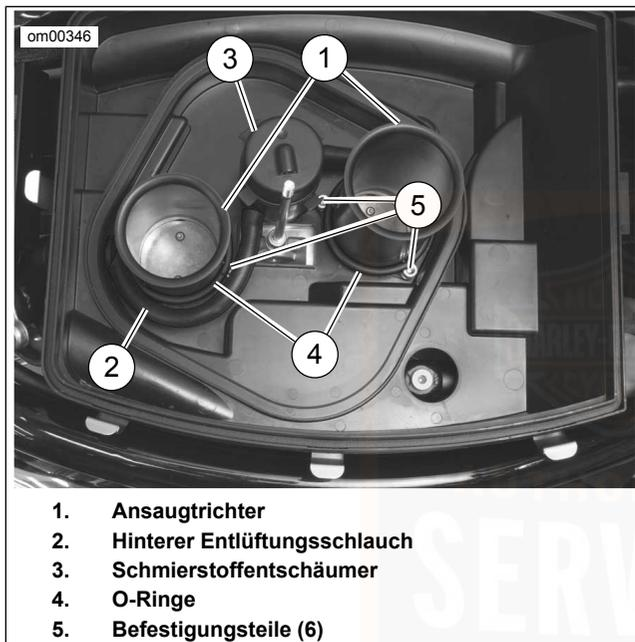

Abbildung 54. Ansaugtrichter
4. Siehe Abbildung 54. Hinteren Entlüftungsschlauch (2) abklebmen.
5. Den O-Ring (4) an jedem Ansaugtrichter (1) nach oben schieben, um Zugang zu den drei Befestigungsteilen (5) zu erhalten. Befestigungsteile herauserschrauben und die Ansaugtrichter abheben.
13. Siehe Abbildung 54. Den hinteren Entlüftungsschlauch durch die Bohrung an der Rückseite der Bodenplatte einschieben. Daran ziehen, bis der Schlauch gut abgedichtet ist.